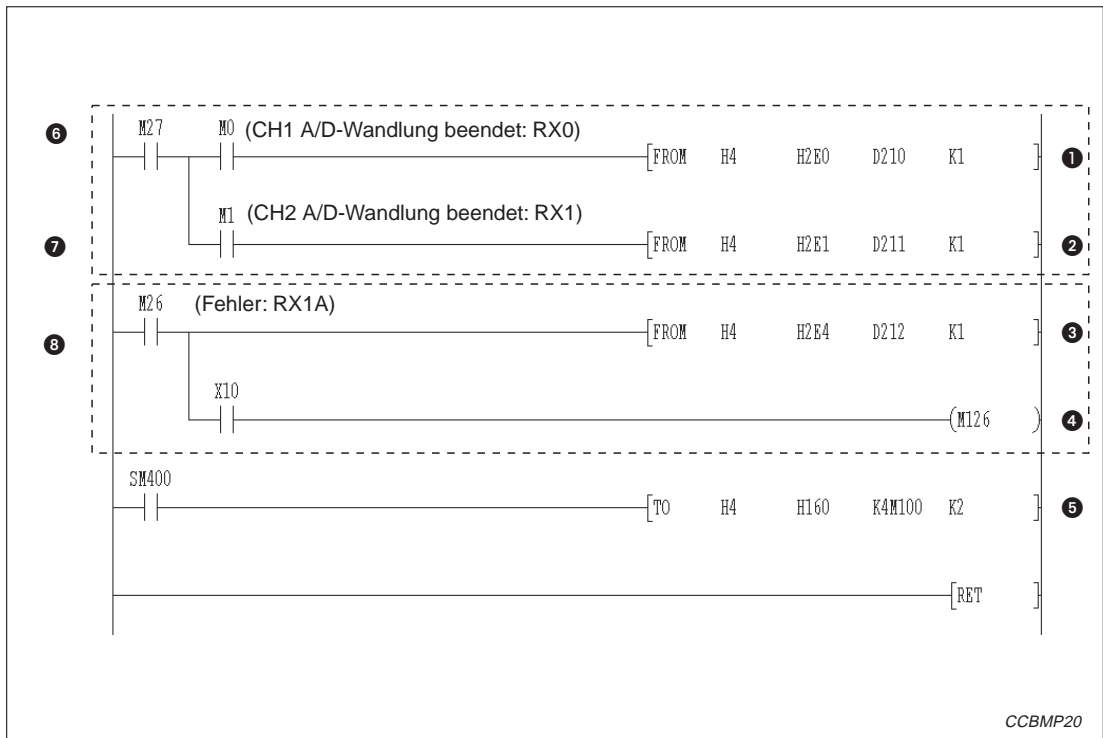

Abb. 12-10: Kommunikationsprogramm (2)
①	Digitaler Wert für CH1
②	Digitaler Wert für CH2
③	Fehlercode lesen
④	Fehler zurücksetzen (M126 entspricht RY1A)
⑤	Informationen an dezentrale Ausgänge (RY) des AJ65BT-64AD übertragen
⑥	M27 entspricht RX1B (dezentrale Station ist bereit)
⑦	Digitalen Wert lesen
⑧	Fehlercode lesen
**Tab. 12-6:** Erläuterung zum Beispielprogramm (Abb. 12-10)